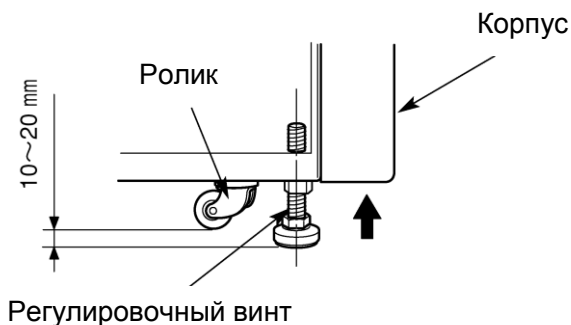

Рис.6-3 Установка в горизонтальном положении
- (1) Поворачивайте четыре регулировочных винта с помощью гаечного ключа для подъема ролика примерно на 10 - 20 мм над уровнем пола, как показано на Рис. 6-3.
- (2) Включите центрифугу с помощью выключателя ПИТАНИЕ и откройте дверцу камеры. Затем снова выключите выключатель. Если шнур питания еще не подсоединен, снимите переднюю крышку, а затем откройте дверцу в соответствии с инструкциями, приведенными в Разделе 3-5, "Действия при возникновении сбоя энергоснабжения".